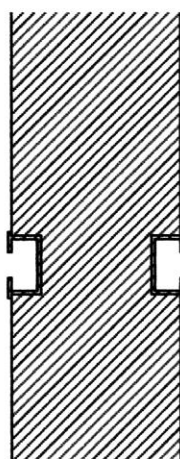

Fig.3.
- fig. 3 – przedstawia fragment bocznej powierzchni skrzydła drzwi, z uwidocznionym elementem dekoracyjnym w postaci wyżłobienia ze znajdującą się w tym wyżłobieniu prowadnicą w kształcie ceownika.